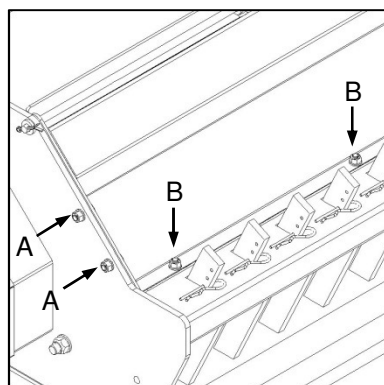

Fig. 3
- ✔ Remove all bolts retaining the discharge chute (Fig. 3-A / B).
- ✔ Verwyder alle boute wat die afvoergeut aanheg (Fig. 3-A en B).